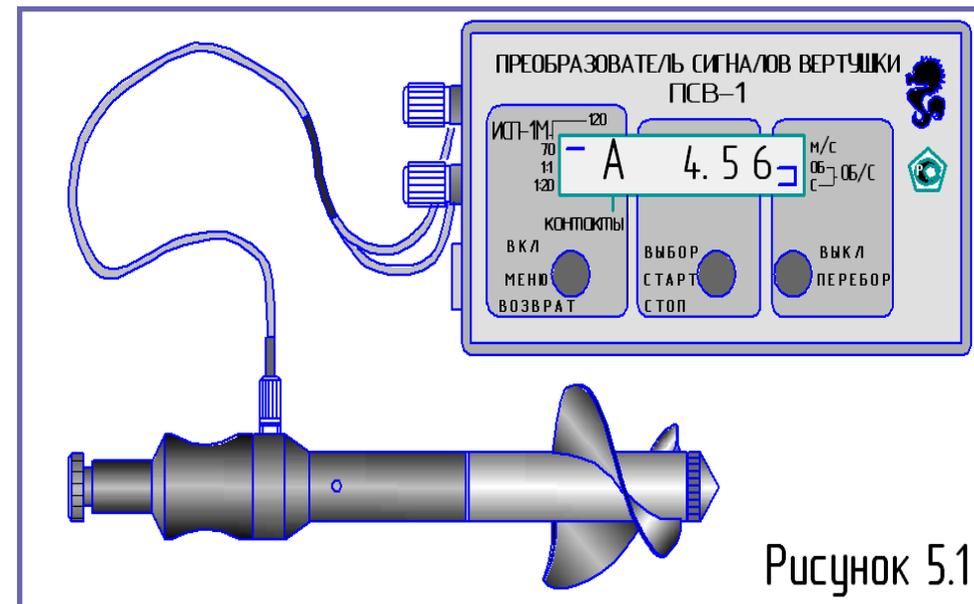

Рисунок 5.1
5.1. Принцип работы измерителя (рисунок 5.1) основан на вращении лопастного винта вертушки *1* под действием набегающего водного потока. Каждый лопастной винт имеет определенную функциональную зависимость между измеряемой скоростью водного потока и собственной скоростью вращения, то есть градуировочную характеристику.